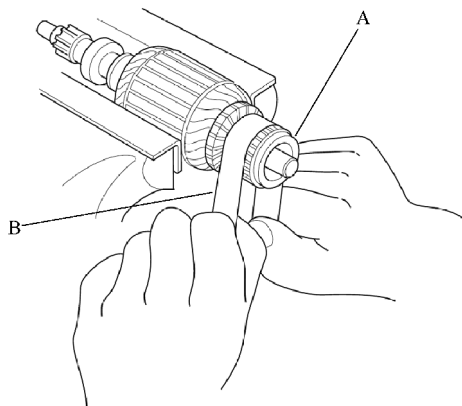

图 24-10 修整换向器表面
4) 检查电枢换向器 A 表面, 如图 24-10 所示。如果表面脏污或烧蚀, 则按步骤 5) 中的规格用金钢砂布或车床重新修整表面, 或者用 500 号或 600 号的砂纸 B 重新修复。